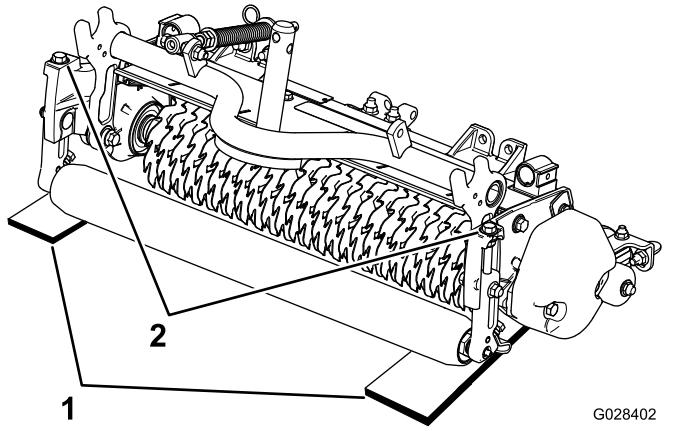

图 9
2. 将 2 个调刀尺厚度为所需的刀片穿透深度放在切根刀滚刀的前、后滚筒下面滚刀的两端 图 9。
3. 旋转各剪草高度支架 图 9上的调节螺栓使切根刀刀片的两端都接触到水平地面。